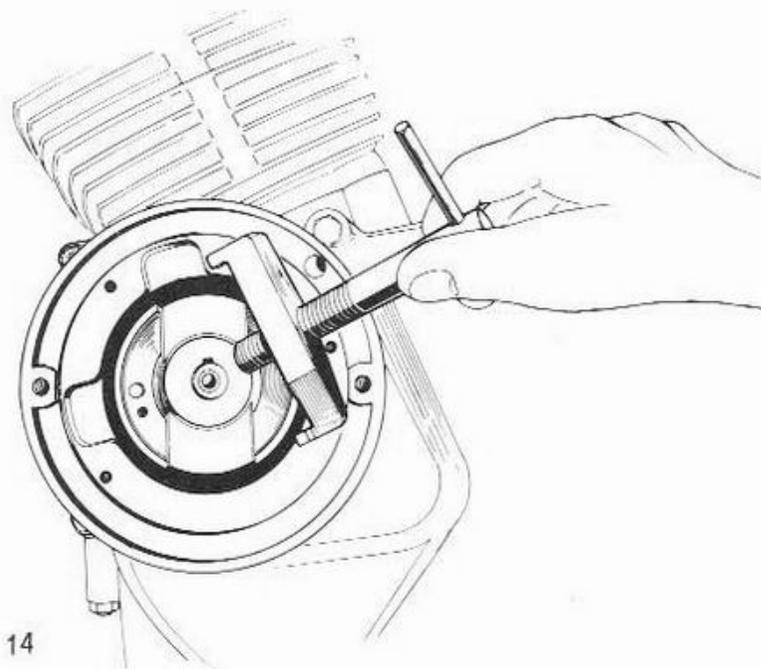

Fig. 14
- 4) Levare le viti di bloccaggio dalla flangia porta anticipto, quindi con un apposito estrattore (fig. 14) sfilare la flangia dal proprio alberino.